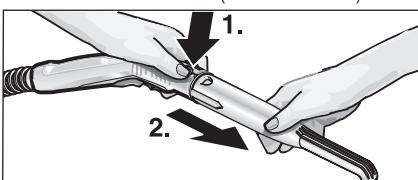

Abb. 5: Trennen der Zubehörteil
- Zum Trennen der Zubehörteile drücken Sie die Entriegelungstaste (C3 bzw. G3) und ziehen die Teile auseinander(siehe Abb. 5).